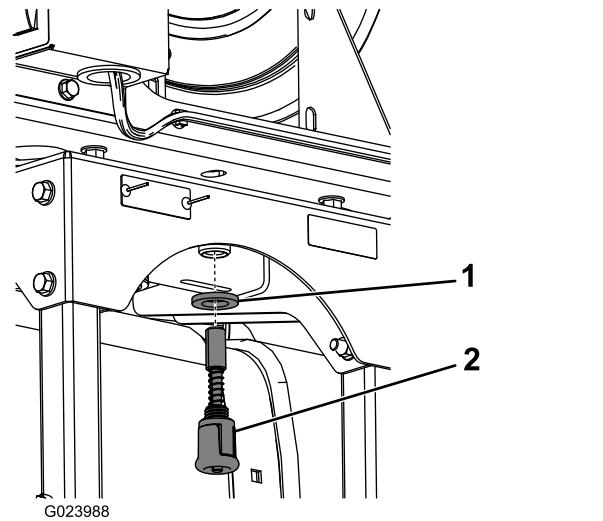

Figure 8
8. Montez la grande rondelle et la goupille élastique sur la face inférieure du cadre du dévidoir (Figure 8).